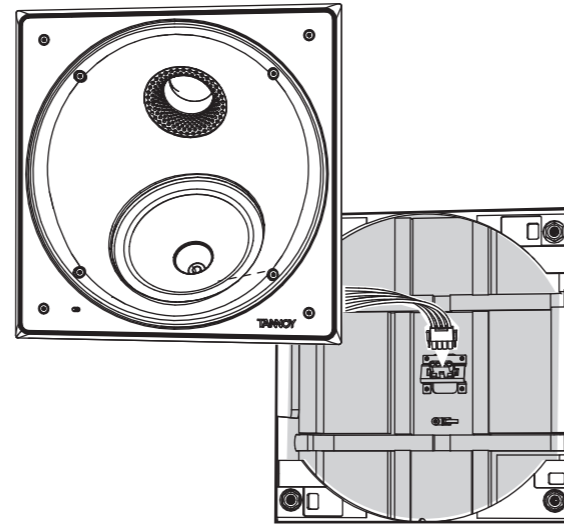

Fig. 6. Connecting the speaker wiring to the back can
4. Die Lautsprecherbaugruppe kann nun wie gezeigt mit vier Schrauben mit der hinteren Dose verbunden werden. Achten Sie darauf, dass Sie die Lautsprecherkabel oder Ihre Finger oder Kabelbinder nicht einklemmen oder einklemmen (Abb. 6).